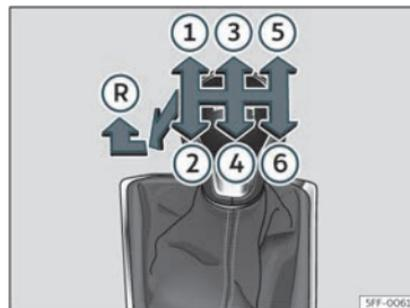

Fig. 141 Grille des vitesses de la boîte manuelle à 6 vitesses.
Les positions des vitesses sont représentées sur le levier de vitesses»» **fig. 141**.
- Au point mort, appuyez sur le levier de vitesses, déplacez-le complètement vers la gauche puis vers l'avant pour passer la marche arrière»» **fig. 141** .